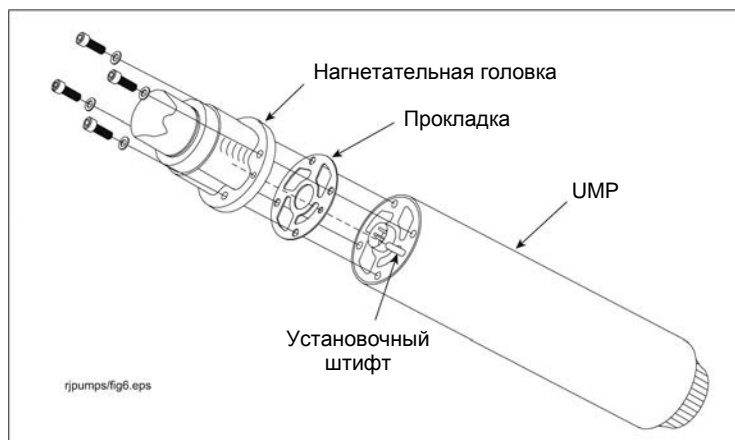

Рисунок 7. Совмещение прокладки UMP
- Установите на новый UMP новую прокладку так, чтобы совпали все отверстия (см. рисунок 7).
- Установите болты и стопорные шайбы крепления UMP (см. рисунок 7). Вверните болты и затяните их в крестообразной последовательности. Усилие затяжки составляет 7 футо-фунтов (11 Н·м).